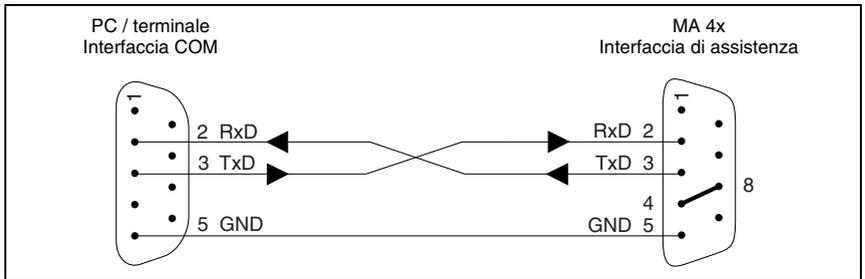

Figura 8.1: Cavo di inizializzazione per MA 4x DP-k
- Nel menu a discesa **Online** → **Sistema** → **Inizializzazione** compare l'avviso «Il sistema viene resettato ...», il quale può essere confermato con Enter. Il tasto Esc annulla il processo. Dopo la conferma compare il messaggio «Attendo conferma da apparecchio» (vedi figura 8.1 a pagina 75).